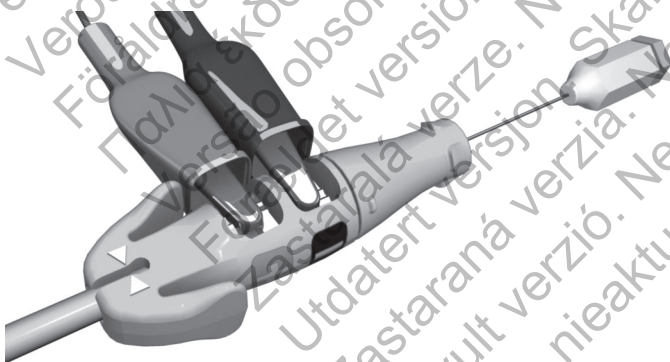

Abbildung 8. An der Messkappe befestigte PSA-Klemmen
- Verbinden Sie die Krokodilklemmen des PSA-Kabels mit den Federkontakten [Kathode (–), Anode (+)] der Messkappe. Durch die Verwendung der Messkappe wird der Anschlussstift vor einer Beschädigung durch die Krokodilklemmen geschützt und eine Überbrückung zwischen den Steckerkontakten vermieden. Befestigen Sie die Krokodilklemmen vollständig an den negativen und positiven Federkontakten, um ungenaue Elektrodenmessungen zu vermeiden (Abbildung 8 auf Seite 21).